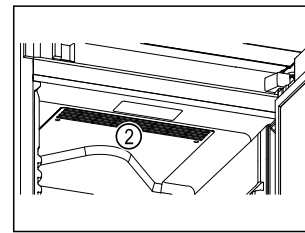

Fig. 61
- ❑ Не закрывайте вентиляционную щель Fig. 61 (2) вентилятора циркуляционного воздуха во внутренней камере.